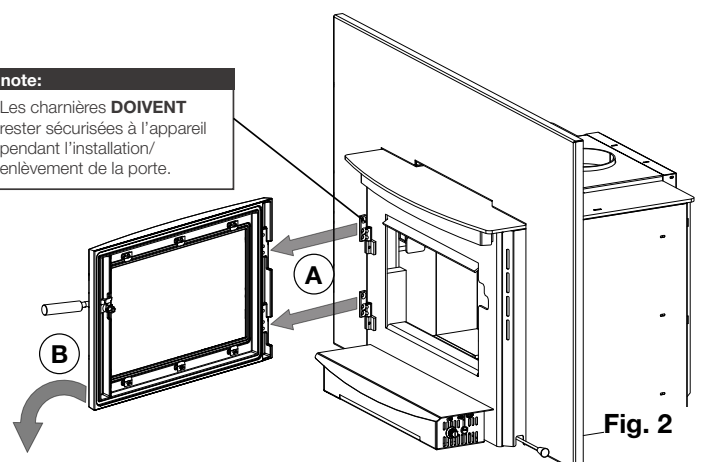

Fig. 2
2. Retirez la porte, en la-plaçant face vers le bas sur une surface doux et non-abrasive (**Fig. 2**). Faites attention de ne grattez pas le peinture.